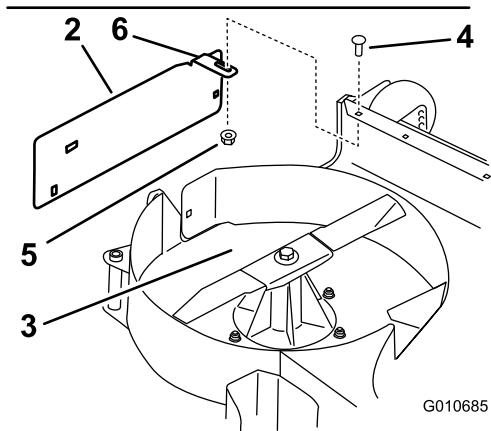

Figura 8
1. Instale la placa de descarga en el exterior del soporte de montaje con 2 pernos (3/8 x 1-1/4 pulgadas) y 2 tuercas con arandela prensada (arandela pequeña) (3/8 pulgada) (Figura 8).
2. Instale la pestaña en el interior de la carcasa de corte con 1 perno de cuello cuadrado (5/16 x 7/8 pulgada) y 1 tuerca con arandela prensada (5/16 pulgada) (arandela pequeña) (Figura 8)